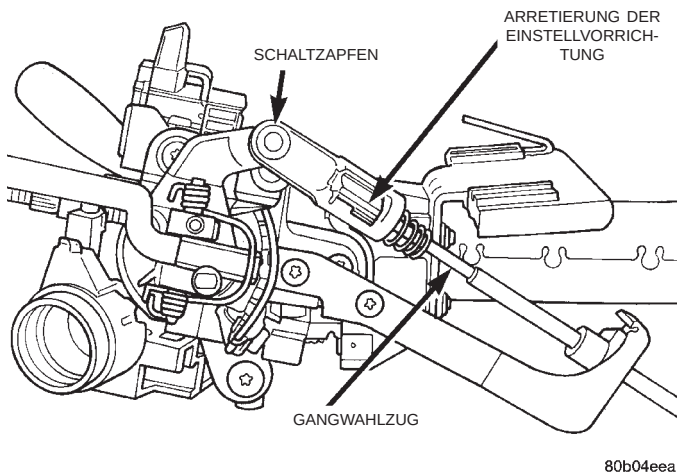

Abb. 357 Einstellvorrichtung/Gangwahlzug
(5) Schalthebel an der Lenksäule bei abgezogenem Zündschlüssel in Stellung P bringen.
(6) Seilzug einstellen. Hierzu die Einstellvorrichtung in Verriegelungsstellung drehen (Abb. 357).